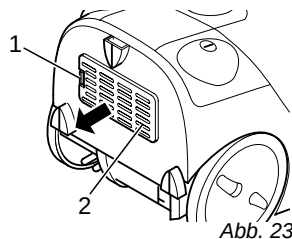

Abb. 23
2. Öffnen Sie die Ausblasfilter-Abdeckung (Abb. 23/2). Drücken Sie dazu die Verriegelung (Abb. 23/1) und heben Sie die Ausblasfilter-Abdeckung nach hinten ab.